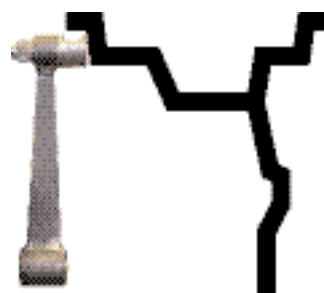

Рис. 10.1
10.2. Данная модель МБ снабжена устройством, позволяющим автоматически вводить диаметр « $d$ » колеса и дистанцию « $A$ ». Для этого необходимо, взяв за рукоятку, вытянуть из корпуса МБ штангу ввода параметров, подвести палец на конце рукоятки к месту установки корректирующих грузов на внутренней стороне обода (см. рис. 10.1) и удерживать штангу в этом положении до появления звукового сигнала, после чего вернуть штангу в исходное положение.